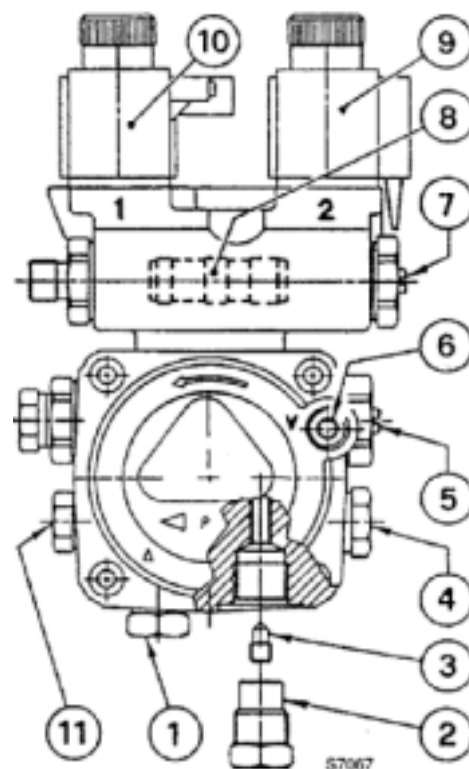
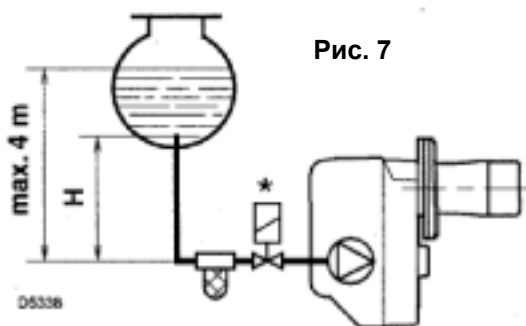

Рис. 8
Рис. 7
- Насос поставляется настроенным на работу по двум шлангам. Для работы по одному шлангу необходимо отвернуть резьбовую крышку возвратного клапана (2), вывернуть и удалить винт байпаса (3) и завернуть обратно крышку (2) (см. рис. 8).
В системе на рис. 7 достаточно ослабить крепление вакуумметра (6 на рис. 8) и дождаться, пока топливо не начнет вытекать из-под него.